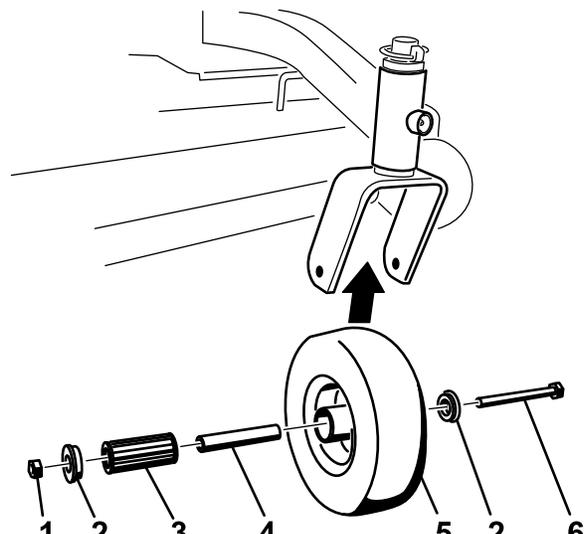

Figura 39
2. Retire un casquillo y tire del casquillo intermedio y del cojinete de rodillos para sacarlos del cubo de la rueda (Figura 39).
3. Retire el otro casquillo del cubo de la rueda y limpie la grasa y la suciedad del cubo de la rueda (Figura 39).
**Nota:** Cambie las piezas defectuosas o desgastadas (Figura 39).
**Nota:** Engrase el cojinete de rodillos y el casquillo intermedio y deslícelos en el cubo de la rueda. Coloque el segundo casquillo en el cubo de la rueda (Figura 39).
**Nota:** Apriete la contratuerca hasta que el casquillo intermedio se apoye contra el interior de las horquillas de las ruedas giratorias (Figura 39).
1. Retire la contratuerca y el perno que sujetan la rueda giratoria a la horquilla (Figura 39).